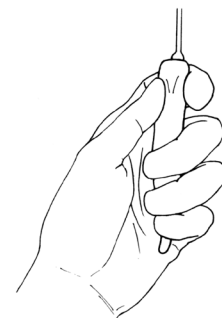

Figura 4-4d. Enrolle el extremo del manguito
8. Haga rodar el extremo del manguito con el pulgar para hacer que la burbuja grande de aire se mueva hasta el adaptador de tubos. (Figura 4-4d)